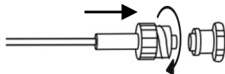

Abbildung 2
3. Eine separate Gasprobenahmeleitung (männlicher Teil der Luer-Steckverbindung) mit dem Atemgasmonitor verbinden, siehe Abbildung 2.